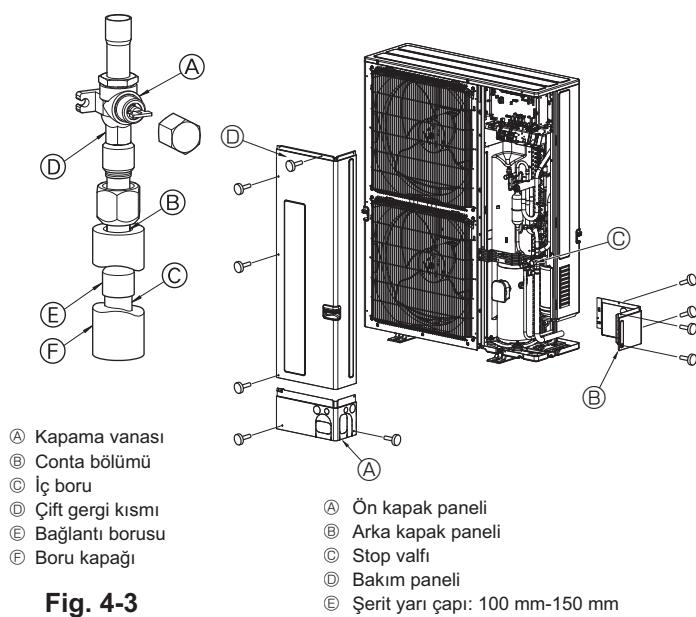

Fig. 4-3
③ Gaz boruları bağlantısı için aşağıdaki yöntemi kullanın. (Fig. 4-3)